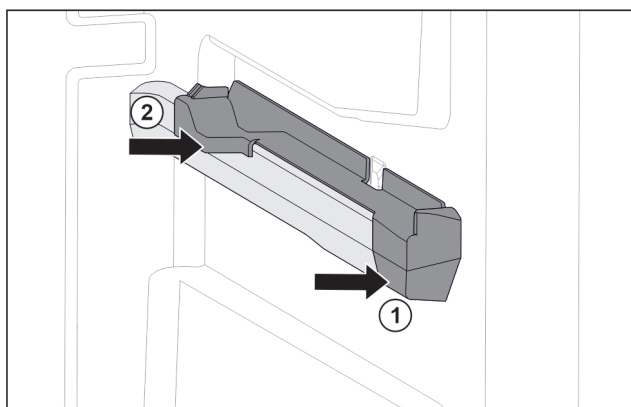

Fig. 119 Piesă de fixare pe nervura din dreapta a recipientului
- ▶ Așezați piesa de fixare în față pe nervura recipientului. Fig. 119 (1)
- ▶ Apăsați piesa de fixare spre spate. Fig. 119 (2)